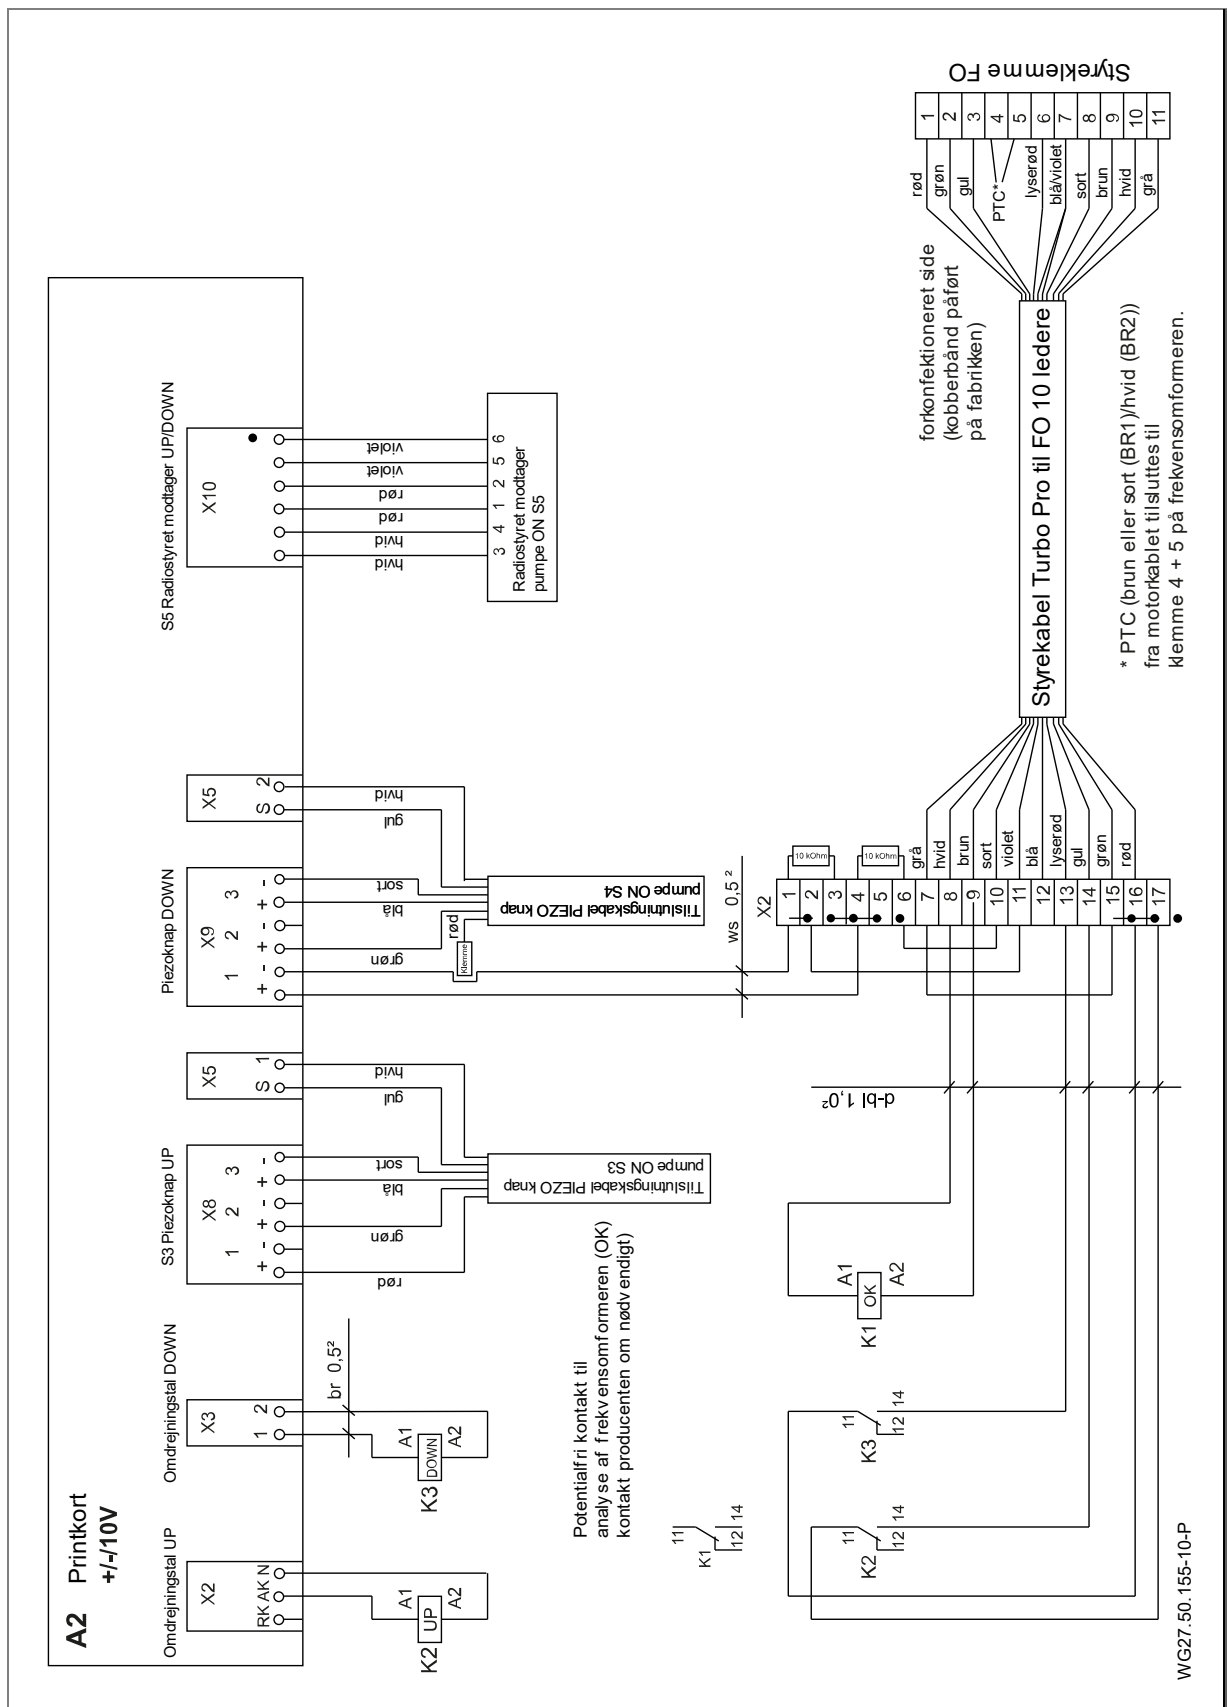

Fig. 19
14. Lederne til PTC (brun eller sort (BR1)/hvid (BR2)) skal trådføres iht. forbindelsesdiagrammet. Se "Fig. 19" på side 25.